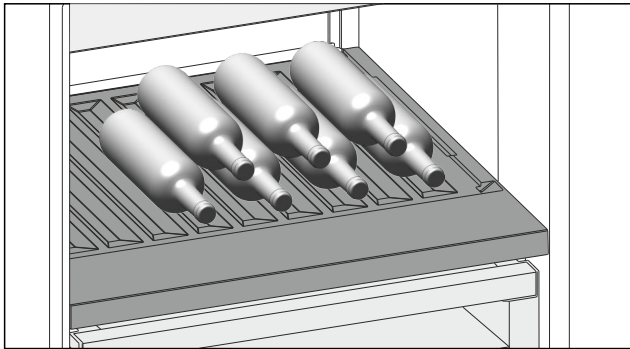

Fig. 184 Примерное изображение
- ▶ Бутылки укладывайте дном к задней стенке. (см. *Fig. 184*)